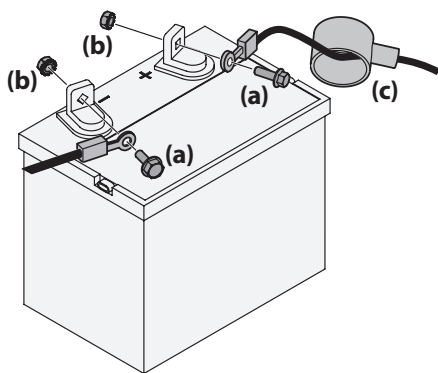

Figura 2-17
1. Retire la cubierta plástica, si está presente, del borne positivo de la batería y una el cable rojo al borne positivo de la batería (+) utilizando el perno (a) y la tuerca hexagonal (b). Consulte la Figura 2-17.
2. Retire la cubierta plástica, si está presente, del borne negativo de la batería y una el cable negro al borne negativo de la batería (-) utilizando el perno (a) y la tuerca hexagonal (b). Consulte la Figura 2-17.